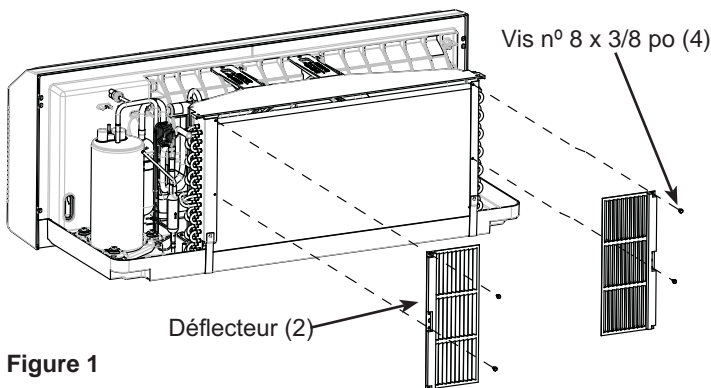

Figure 1
- Déflecteur (2)
- Vis à tôle n° 8 x 3/8 po (4)
- Vis autotaraudeuses n° 8 x 1/2 po (2)
Sur les modèles avec des échangeurs extérieurs droits, assemblez les grilles comme illustré à la Figure 1 en vous assurant que le joint en mousse fait face au côté opposé au châssis. Installez deux (2) vis n° 8 x 3/8 po par grille pour réaliser l'installation.
- Sur les modèles avec des bobines extérieures en « L », assemblez la grille gauche comme illustré à la Figure 1 en vous assurant que le joint en mousse fait face au côté opposé au châssis. Installez deux (2) vis n° 8 x 3/8 po sur l'extrémité en tôle de l'échangeur (côté gauche lorsqu'on regarde depuis l'arrière de l'appareil).